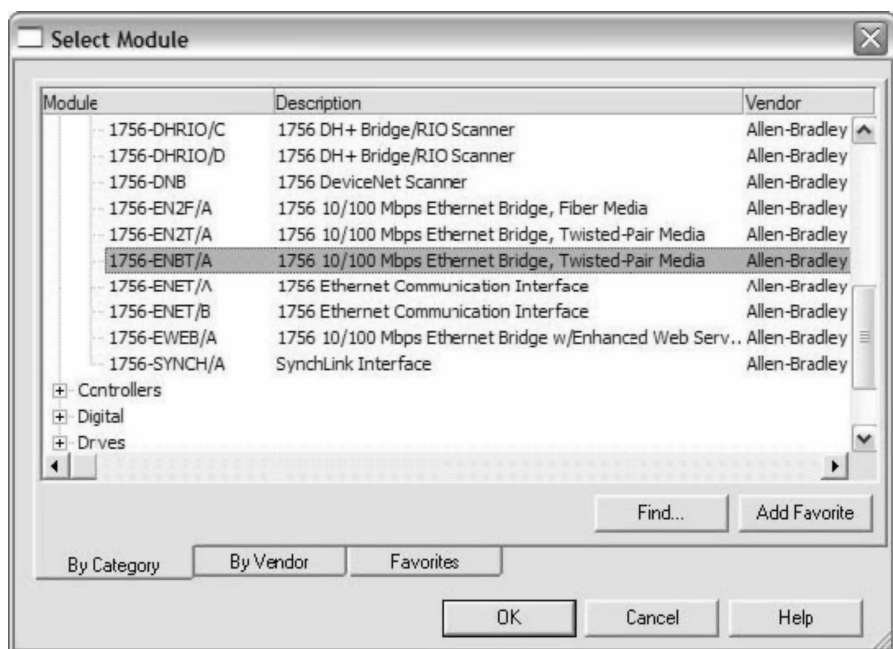

图 25-4 添加通信模块
4. 向系统添加“以太网网桥”，展开“通信”（Communications）部分，向下滚动并选择 1756-ENBT/A，然后单击“确定”（OK），如图 25-4 所示。